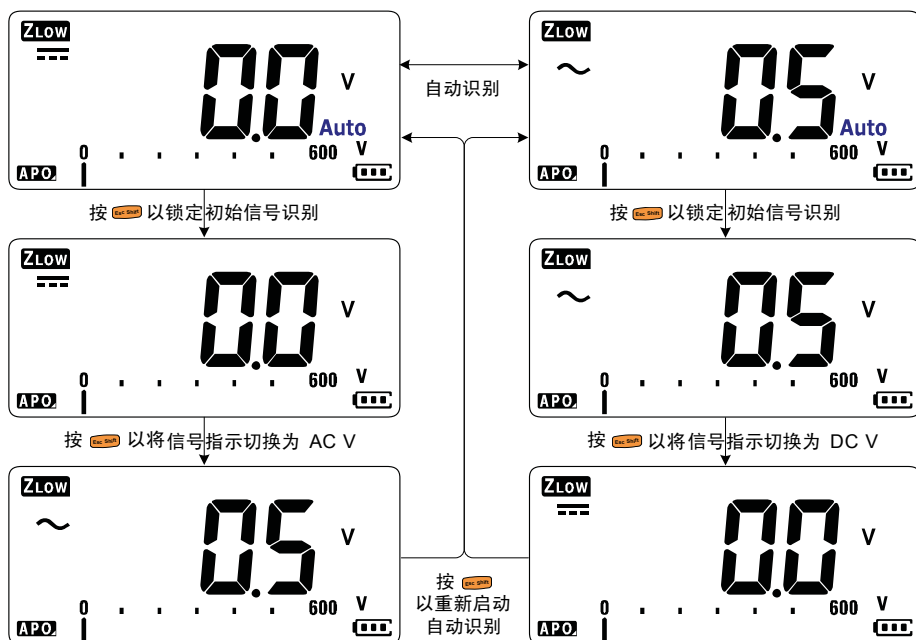

图 2-7 VZ_{LOW} 自动识别流
- 按 **Exc Shift** 一次可锁定初始信号识别（ACV 或 DCV）。再次按 **Exc Shift** 可切换主显示屏中的 AC 和 DC 电压指示。第三次 **Exc Shift** 将重新启动信号的自动识别。请参阅图 2-7 以了解详细信息。